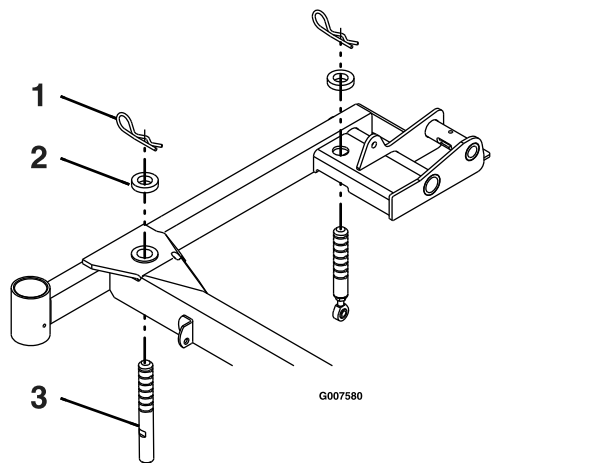

Figure 61
3. Vérifiez que toutes les goupilles fendues sont insérées dans les trous de hauteur de coupe de 7,62 cm (3 po) et que des entretoises sont placées dessous (Figure 61).
4. Raccourcissez/allongez chaque goupille de support de tablier pour obtenir une hauteur à la pointe de la lame de 7,62 cm (3 po) à l'avant du tablier et de 8,26 cm (3,25 po) à l'arrière du tablier (Figure 61).